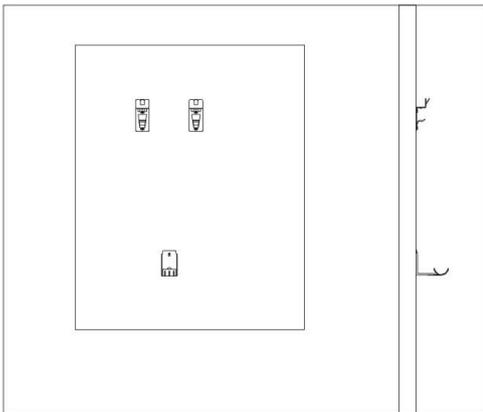

Abbildung 3
3. Verwenden Sie die mitgelieferten Schrauben, um die Halterungen an der Wand zu befestigen. Abb.2, Abb.3